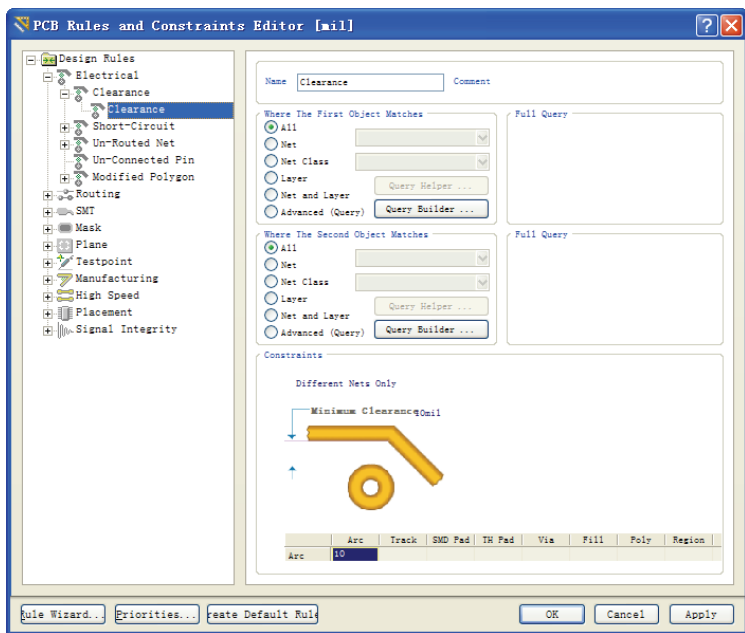

图 13-4 安全距离设置对话框
单击“Clearance”规则，安全距离的各项规则名称以树结构形式展开。系统默认的只有一个名称为“Clearance”的安全距离规则设置，单击这个规则名称，对话框的右边区域将显示这个规则使用的范围和规则的约束特性，如图 13-4 所示。从图中可以看出，默认的情况下，整个电路板上的安全距离为 10mil。
(1) 在图 13-4 中的“Clearance”上右击，弹出修改规则命令菜单，如图 13-5 所示。